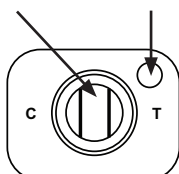

Fig. 1a. Positivo
1. Obtenga un *dispositivo de membrana* por muestra y un dispositivo para el control positivo o negativo externo opcional según sea necesario. Las bolsas de papel de aluminio que contienen los dispositivos deben alcanzar la temperatura ambiente antes de abrirlas. Identifique los dispositivos de forma apropiada y oriéntelos en una superficie plana de forma que la letra “C” del dispositivo se encuentre a la izquierda, la letra “T” se encuentre a la derecha y el *Pocillo de muestra* pequeño se encuentre en la esquina superior derecha del dispositivo (Fig. 1a).